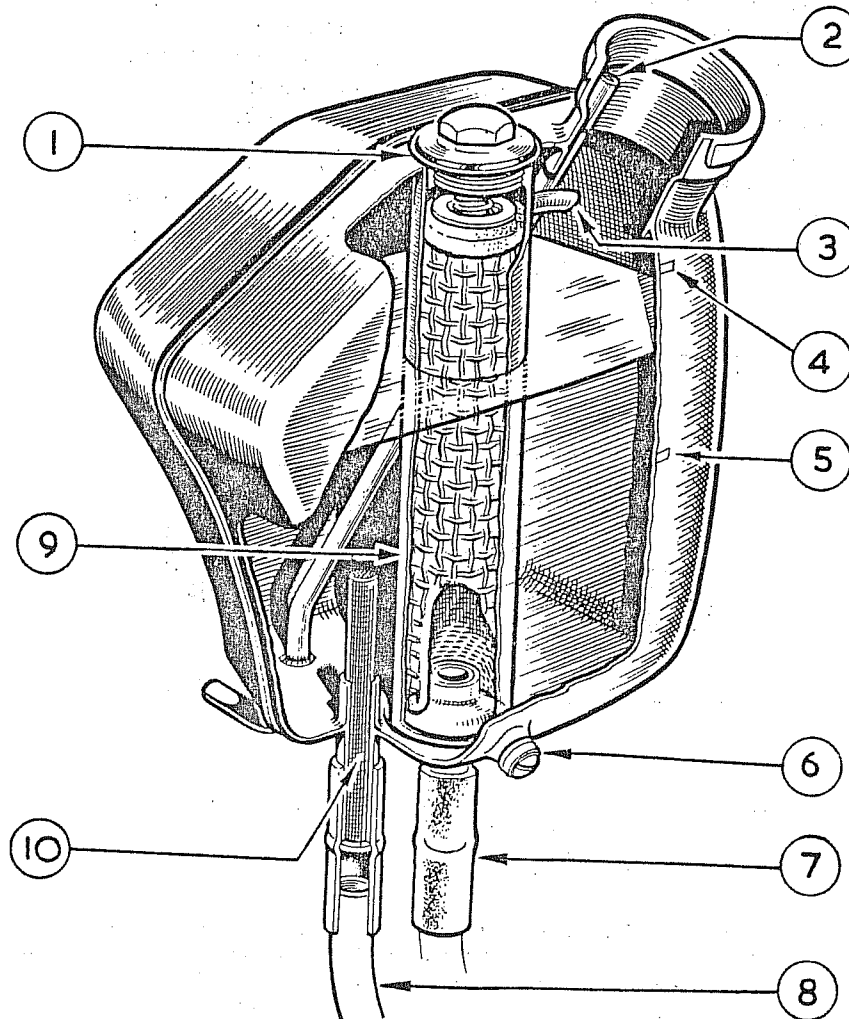

ABB. 3
- Ein Metallfilter welcher im Ansaugrohr des Öltanks untergebracht ist, Abb. 3.
- Doppelsattel abbauen, Verschlusskappe am Öltank entfernen, die Feder entfernen und den Federteller herausnehmen. Der Filzfilter kann dann mit dem Finger herausgehoben werden, siehe Abb. 3. Alle Filter können in Benzin gereinigt werden und nach sorgfältigem Abtrocknen wieder eingesetzt werden.